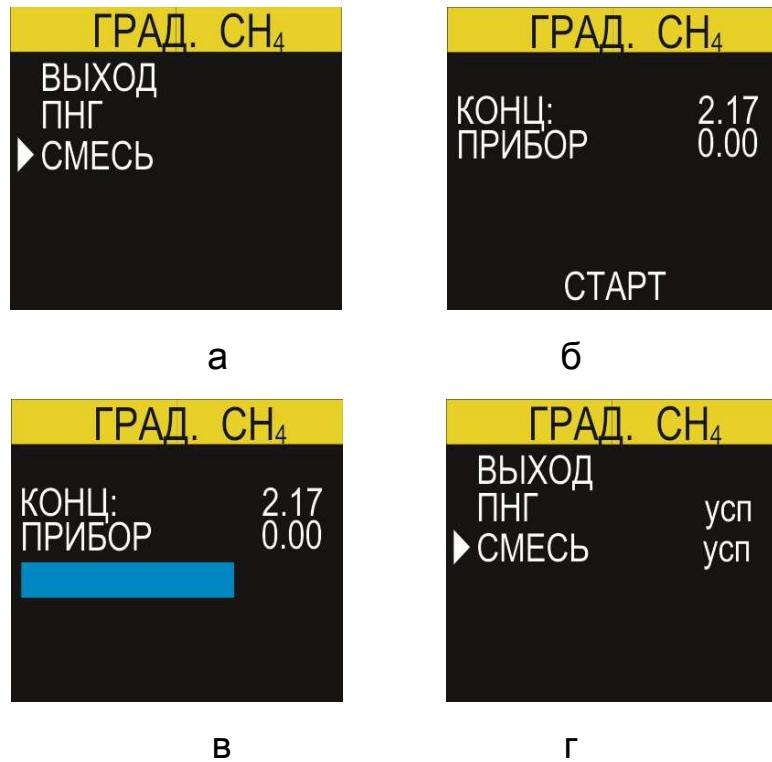

Рисунок 18. Меню градуировки метана.
Выбрать в меню градуировки строку "СМЕСЬ" и нажать кнопку "OK" (рис.18а). Изменить значение подаваемой ПГС на прибор можно кнопками "▼" и "▲"(рис.18б).
3.1.8 Начать подачу ПГС через насадку прибора и нажать кнопку "ОК" для начала градуировки. Расход ПГС необходимо контролировать ротаметром в пределах $0,5 \pm 0,2$ л/мин. Подавать ПГС необходимо в течение времени, равному уточненному значению $t_{0,9}$ для выбранного газа (для метана - 90 сек, для остальных газов - 180 сек) до тех пор, пока не исчезнет полоса загрузки (рис.18в), а дисплей не вернется на первый этап градуировки (рис.18г).